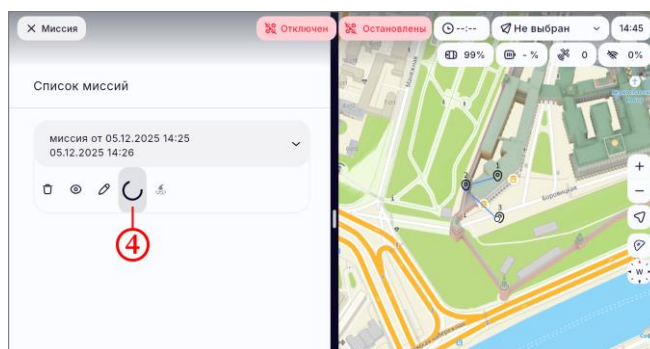

Рисунок 55
- проконтролировать наличие анимации загрузки (рисунок 55, шаг 4).